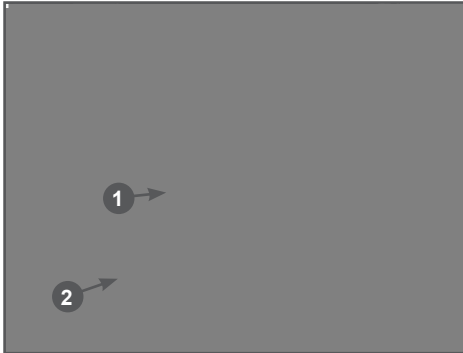

Рис. 27 Крепление опоры рабочего валика
- Открутите гайки 1 крепления опоры рабочего валика к корпусу скарификатора и извлеките болты 2 (Рис. 27).